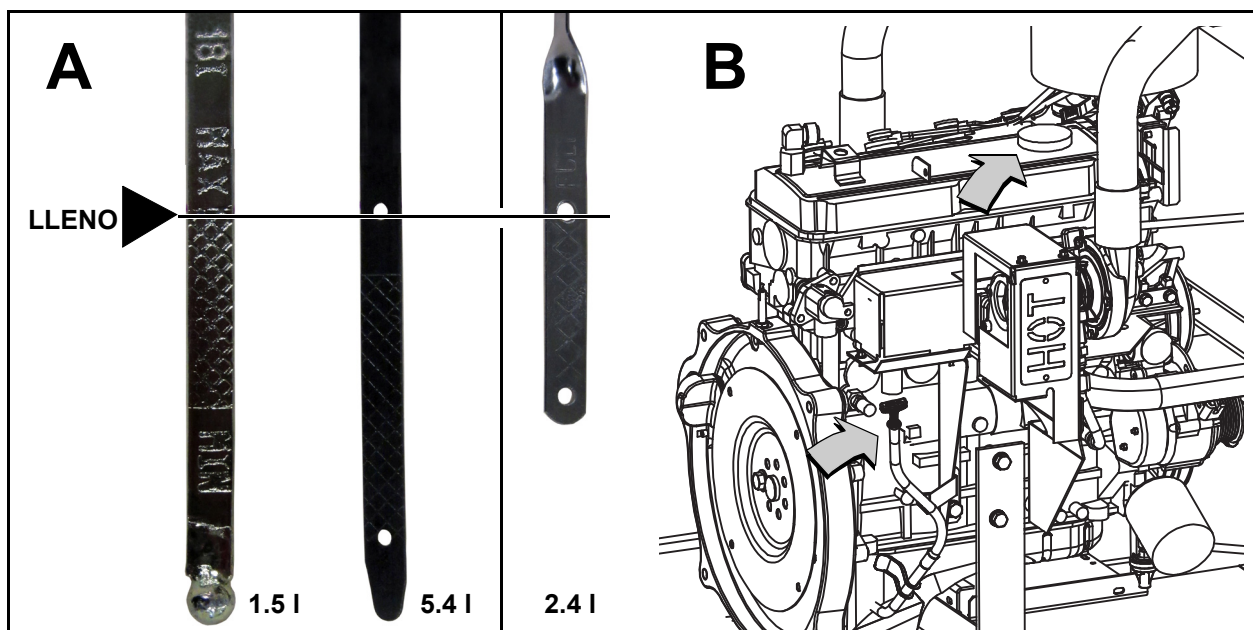

Figura 5-7. Varilla de medición de nivel de aceite y tapa de llenado de aceite
2. Retire la varilla de medición y séquela con un trapo limpio y sin pelusa. Vea B en la Figura 5-7
7. Verifique que el nivel de aceite se encuentre en la marca FULL (lleno) o cerca de ella. Añada aceite como sea necesario. Vea A en la Figura 5-7